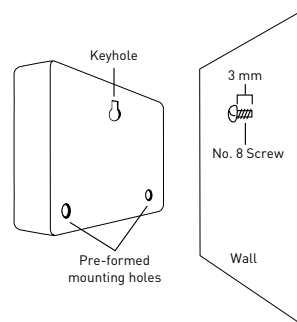

Figura 2: Pendure o temporizador no parafuso utilizando o orifício em forma de fechadura
- Deslize o temporizador sobre o parafuso destacado (utilizando a ranhura em forma de fechadura na parte traseira do temporizador). Consulte a figura 2
- Introduza um parafuso n.º 8 através de um dos dois orifícios pré-formados situados nos cantos inferiores da caixa. Consulte a figura 2